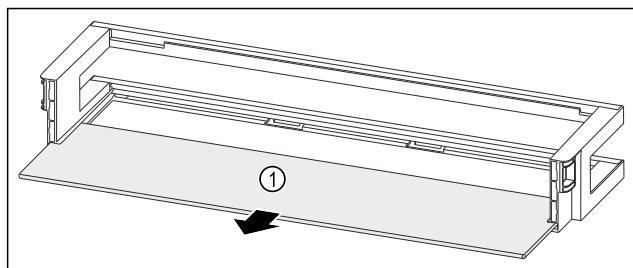

Fig. 183 Polica u vratima s policom za odlaganje
- Izvadite policu Fig. 183 (1).